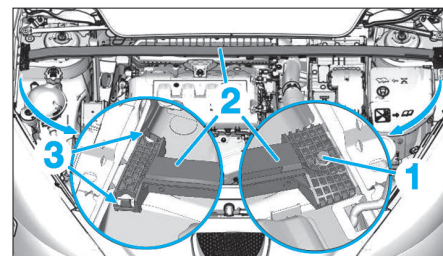

Fig. 96
- la vis (1) (Fig.96),
- en (3) la traverse (2),